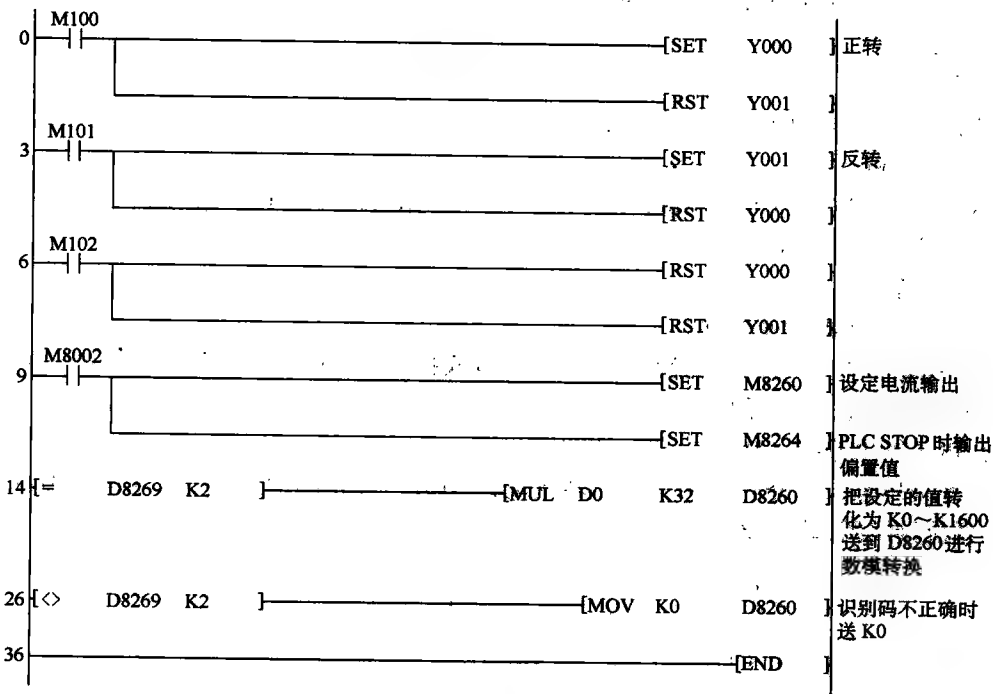

图 8-38 触摸屏、变频器调速控制程序
(4) 控制程序 触摸屏、变频器调速控制程序如图 8-38 所示。